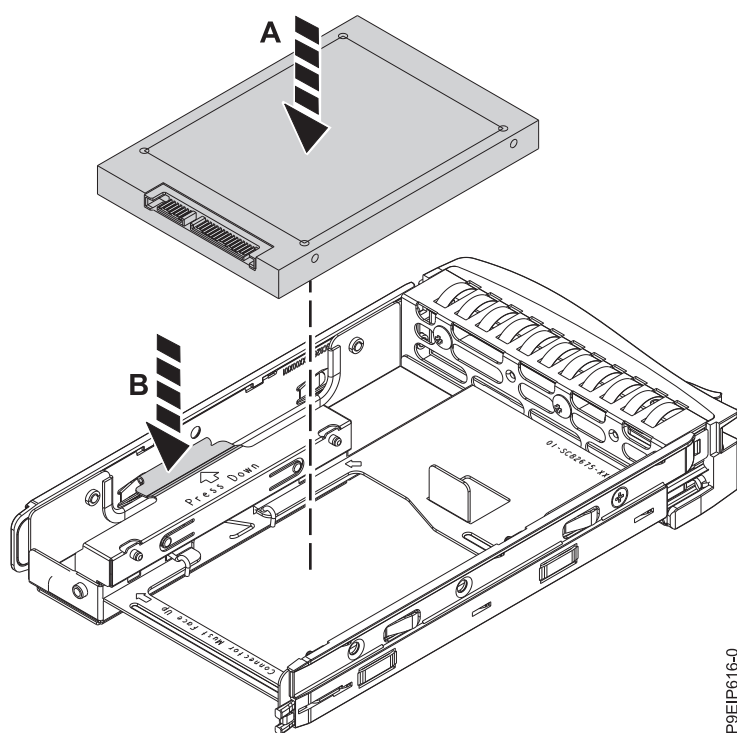

Figura 14. Montaje de la unidad de 2,5 pulgadas en la bandeja
- b. Abra el resorte de retención (**B**) como se muestra en la Figura 14 en la página 15.